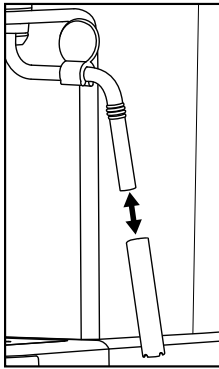

Abb. 4
- 5) Ziehen Sie die Hülle der Milchaufschäumdüse **10** ab (Abbildung 4) und reinigen Sie diese sorgfältig im warmen Wasser.
- 7) Schieben Sie die Hülle wieder auf die Düse (Abb. 4).